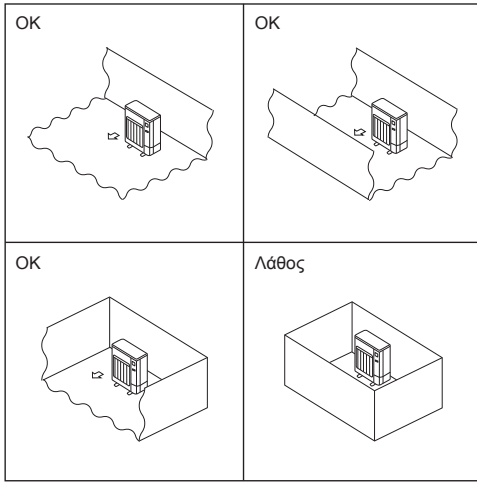

Fig. 2-1
- Εγκαταστήστε τις εξωτερικές μονάδες σε χώρους όπου τουλάχιστον μία από τις τέσσερις πλευρές είναι ανοικτή και σε επαρκώς μεγάλους χώρους χωρίς συμπίεσις. (Fig. 2-1)